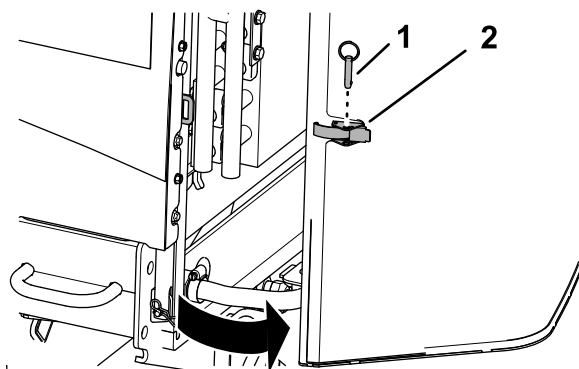

Рисунок 61
1. Извлеките штифт с кольцом из защелки решетки (Рисунок 61).